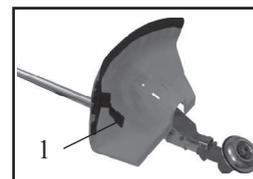

рис.4
6.3.1 Расположите защитный кожух над штангой гибкого вала как показано на рис.4
Внимание! Перед работой, не забудьте снять с ножа ограничителя длины лески 1 (рис. 4) защитный чехол. Соответственно, по окончании работы наденьте чехол обратно.